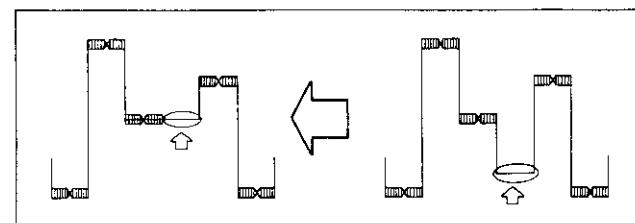

Fig. 5-5
- Raccorder la sonde de l'oscilloscope sur la broche CI02 ⑪ et ajuster T05 pour obtenir la forme d'onde indiquée sur la figure 5-5.